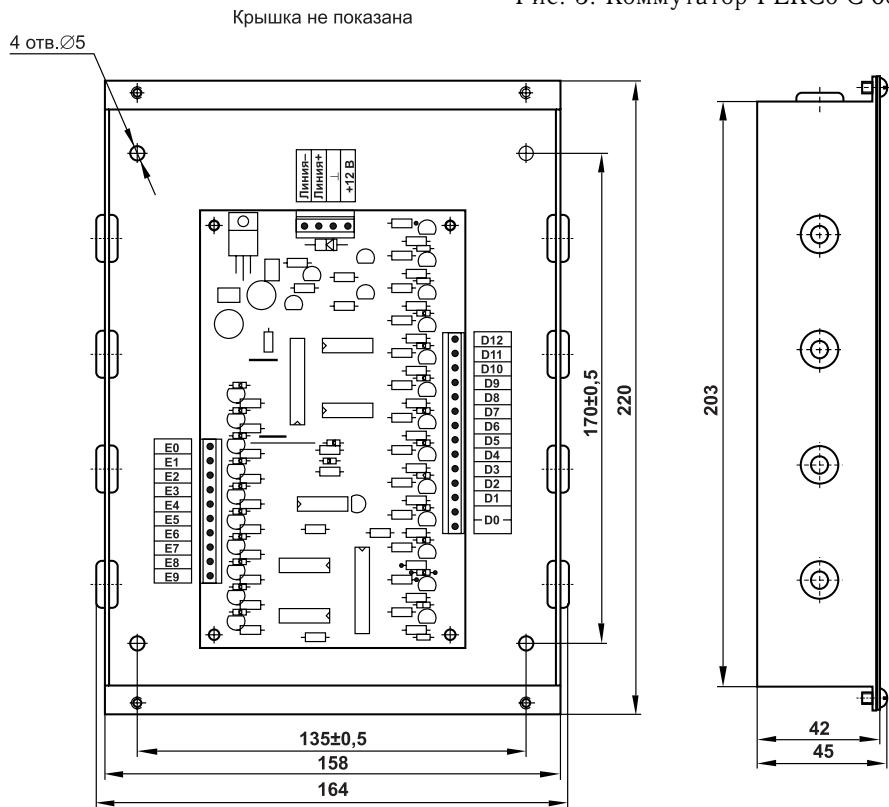

Рис. 4. Габаритный чертеж коммутатора PERCo-C-128
На рис. 4 приведен чертеж общего вида коммутатора. Коммутатор выполнен в металлическом корпусе, на днище которого нанесена маркировка клеммных колодок.
- Снимите крышку коммутатора. В днище имеются 4 отверстия для крепления устройства (см. рис. 4). Произведите разметку отверстий для крепления корпуса. Закрепите коммутатор с помощью 4-х шурупов 4x30.